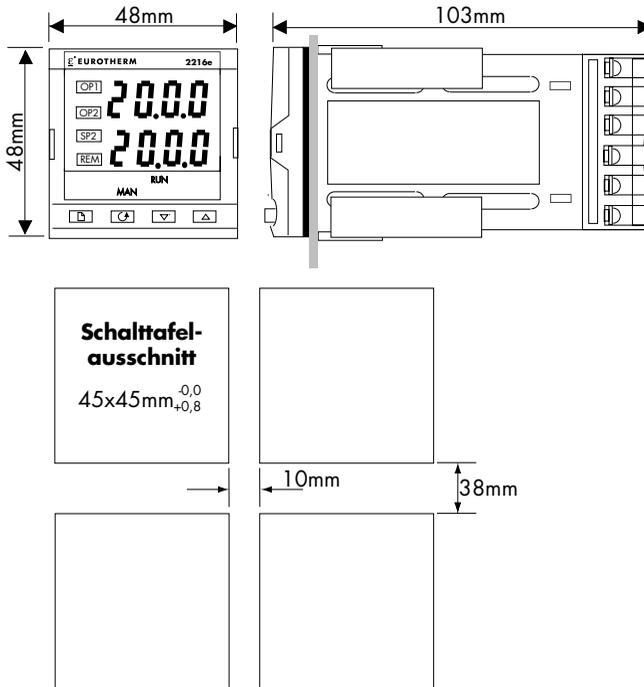

Abbildung 1-2 Abmessungen und Mindestabstände 2216e
1. Bereiten Sie den Ausschnitt nach den in Abbildung 1-2 angegebenen Maßen vor.